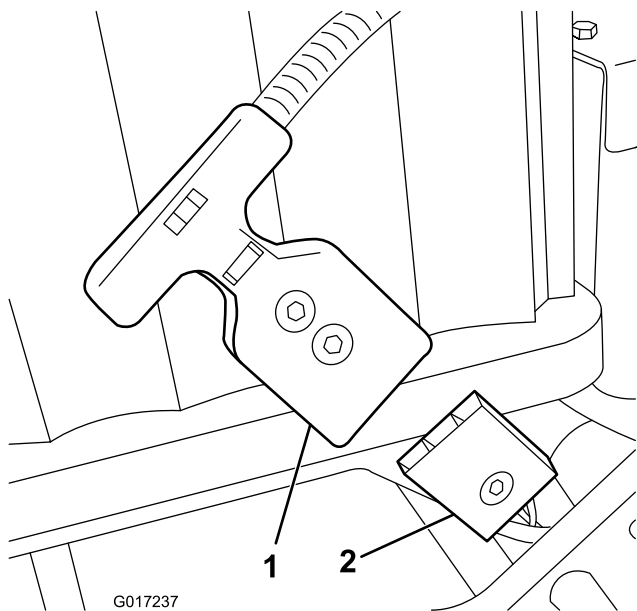

Figura 13
Nota: Si no puede conectar la clavija del arnés de cables batería-máquina al enchufe de la batería con la batería instalada, puede conectar primero el arnés a la batería y luego instalar la batería. Desconecte el conector del suministro eléctrico principal (Figura 13) de la base de la batería. Instale el conector a la batería según se ha descrito anteriormente. Instale la batería a la base, pasando el arnés de cables por el orificio correspondiente, y luego sujete el conector del
15. Conecte el conector en T del arnés de cables principal al conector del suministro eléctrico principal situado en la base de la batería (Figura 13).